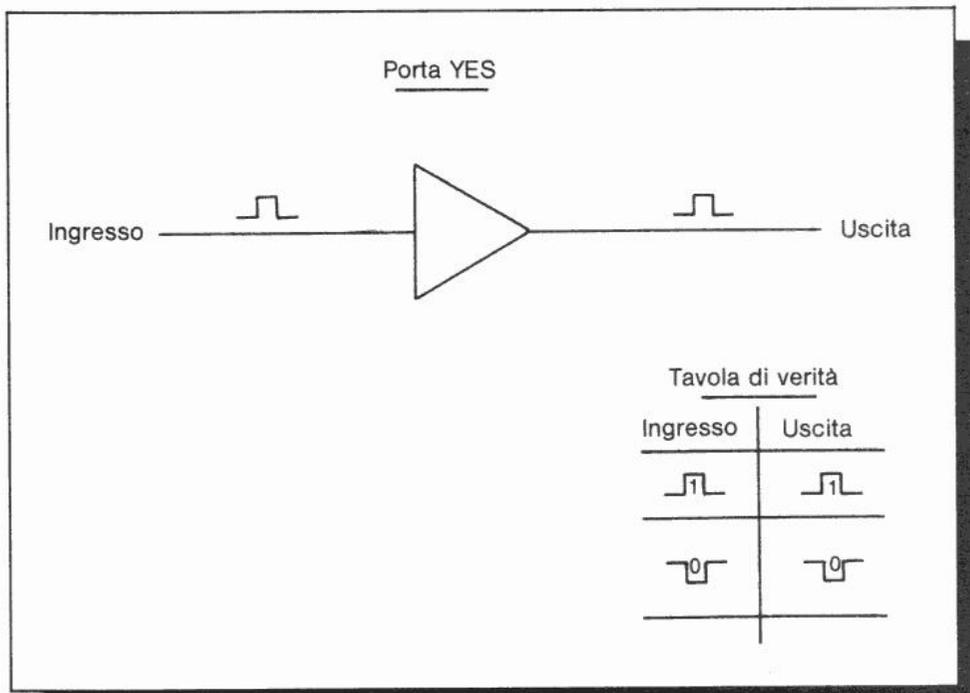

Figura 132. La porta YES è chiamata così perché l'uscita ha il medesimo stato dell'ingresso.
Figura 132. (A) Se in una porta AND ci fosse un circuito aperto, ci potrebbero essere due stati alti in ingresso mentre l'uscita potrebbe essere alta. (B) Un cortocircuito in una porta AND potrebbe dar luogo ad un'uscita alta in presenza di due stati bassi in ingresso. (C) Un cortocircuito in una porta OR potrebbe dar luogo ad un'uscita alta in presenza di due stati bassi in ingresso. (D) Un circuito aperto in una porta OR potrebbe produrre un'uscita alta anche quando i due ingressi sono bassi.